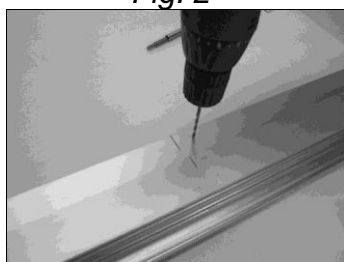

Fig. 5
Fig. 5 bis
- E. Forare con apposita punta da trapano e montare la staffa anteriore assicurandosi di serrare bene le viti (Fig.5 e Fig. 5bis).
- E. Forare con apposita punta da trapano e montare la staffa anteriore assicurandosi di serrare bene le viti (Fig. 5 e Fig. 5bis).